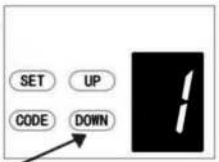

Fig.46
7.7.-Configurando la Inversión de giro (Fig.46).
Mantenga Presionado el botón **SET** hasta que aparezca **1** en la pantalla (Fig.45), y utilice los Botones **UP / DOWN** para seleccionar entre **1** ó **7** (Fig.46). Presione **SET** para confirmar